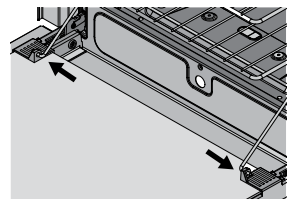

Figura 14.
- Para posicionar el enganche, encaje nuevamente cada extremo del accesorio en las guías de la puerta (Ver figura 14).